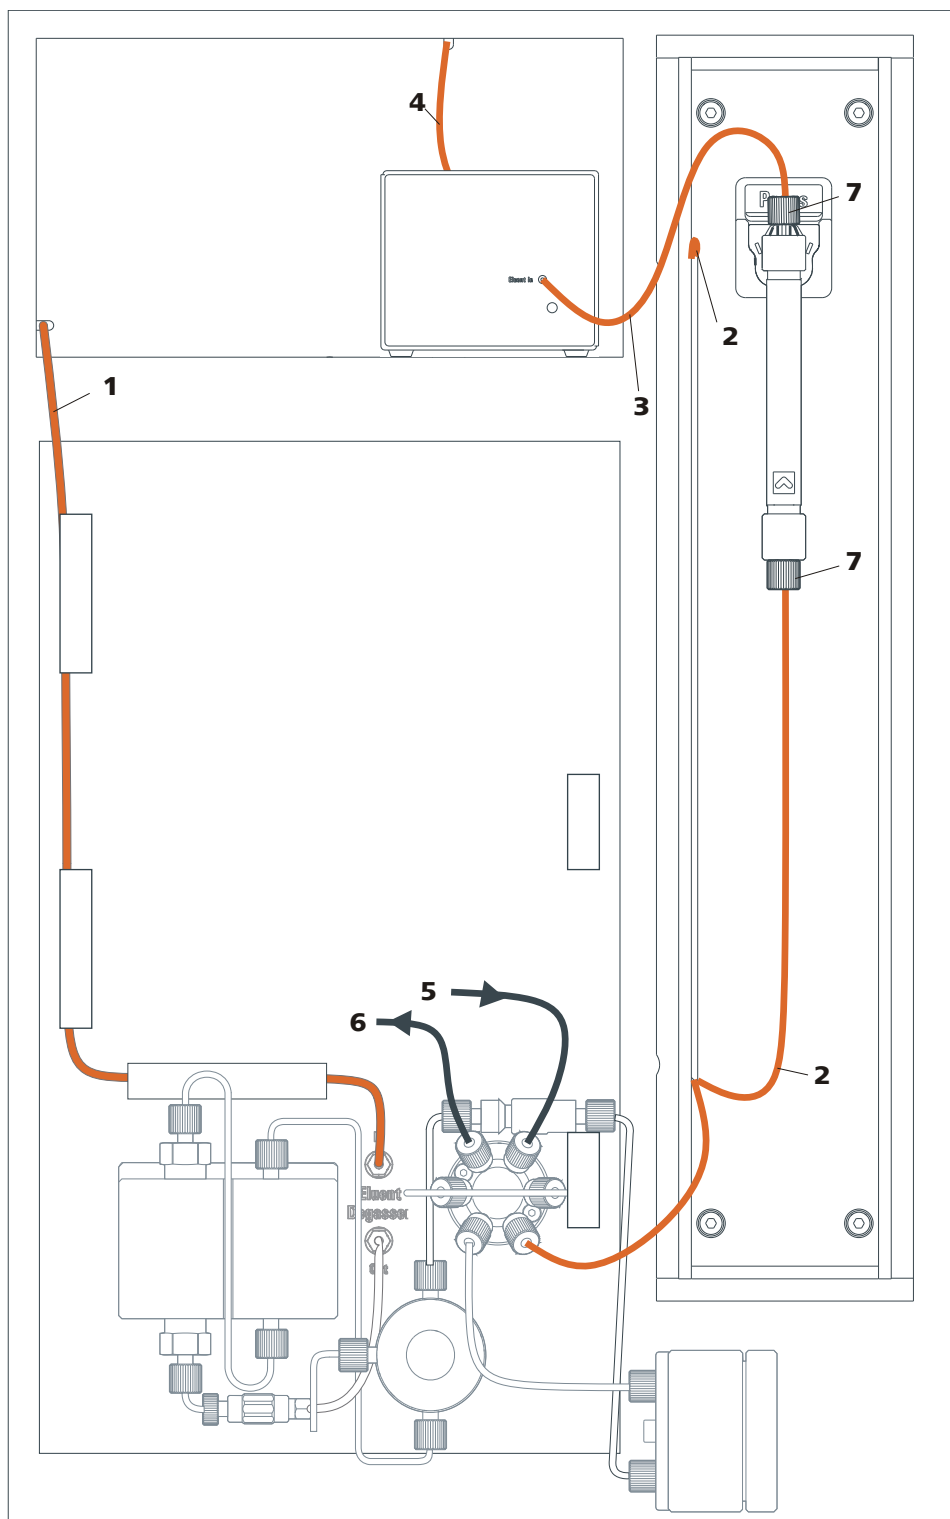

Figure 3 Schéma d'installation 881 Compact IC pro – Cation
- un schéma d'installation (*voir Figure 3, page 13*) qui représente un 881 Compact IC pro – Cation entièrement monté.